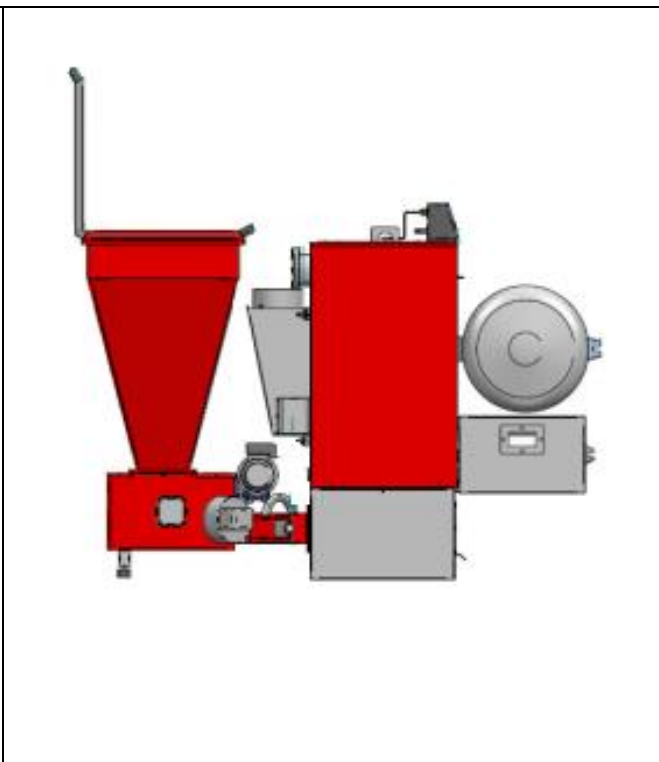

Рис. 6
Автоматическое золоудаление (рис.6) это дополнительная опция, дающая возможность максимально эффективно использовать время работы котла. При комплектации котла автоматическим золоудалением – конструкция котла значительно изменяется, а именно: увеличивается высота основания и как следствие общая высота котла, навешивается дополнительное электрооборудование и устанавливается зольный ящик. Включение автоматического золоудаления происходит самостоятельно, без вмешательства оператора, параметры включения и паузы программируются на заводе, в зависимости от мощности котла и предполагаемого к использованию топлива.
**рис.6** Турболизаторы (рис.7) являются дополнительной опцией призванной повысить эффективность работы котла. Использование турболизаторов дает прирост мощности котла до 7%, увеличивает КПД и позволяет снизить расход топлива за счет более эффективного усваивания выделяемого тепла теплоносителем.